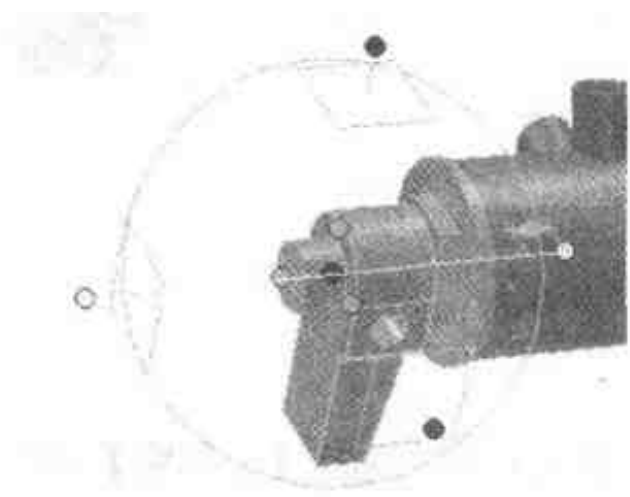

图 3.23 移动左脚蹬
- (6) 单击轴向的手柄沿轴向方向, 向右拖动手柄移动 4 毫米, 结果如图 3.23 所示。